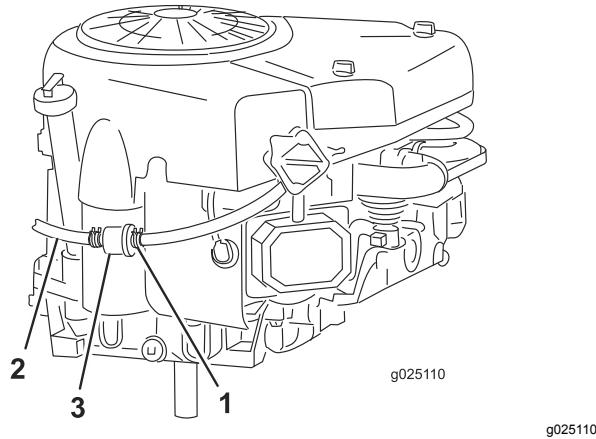

Figure 30
7. Pincez les extrémités du collier de fixation et poussez le collier en haut de la conduite d'alimentation, en direction du réservoir de carburant (Figure 30).
8. Débranchez la conduite d'alimentation du filtre à carburant (Figure 30) et faites couler le carburant dans un bidon ou un bac de vidange.
10. Rapprochez le collier de serrage du filtre pour fixer la conduite d'alimentation et le filtre à carburant (Figure 30).
Le meilleur moment pour remplacer le filtre à carburant (Figure 30) est lorsque le réservoir à carburant est vide. Ne réinstallez jamais un filtre à carburant encrassé après l'avoir déposé de la conduite d'alimentation.